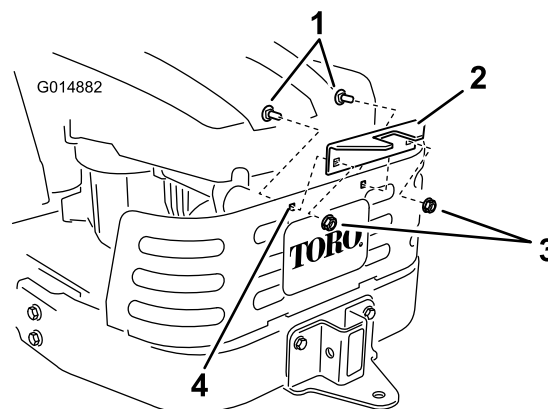

Figure 12
4. Montez le bâti du système de ramassage sur le support. Fixez le bâti du système de ramassage avec un axe de chape (1/2 x 60 mm) et une goupille fendue (Figure 12).